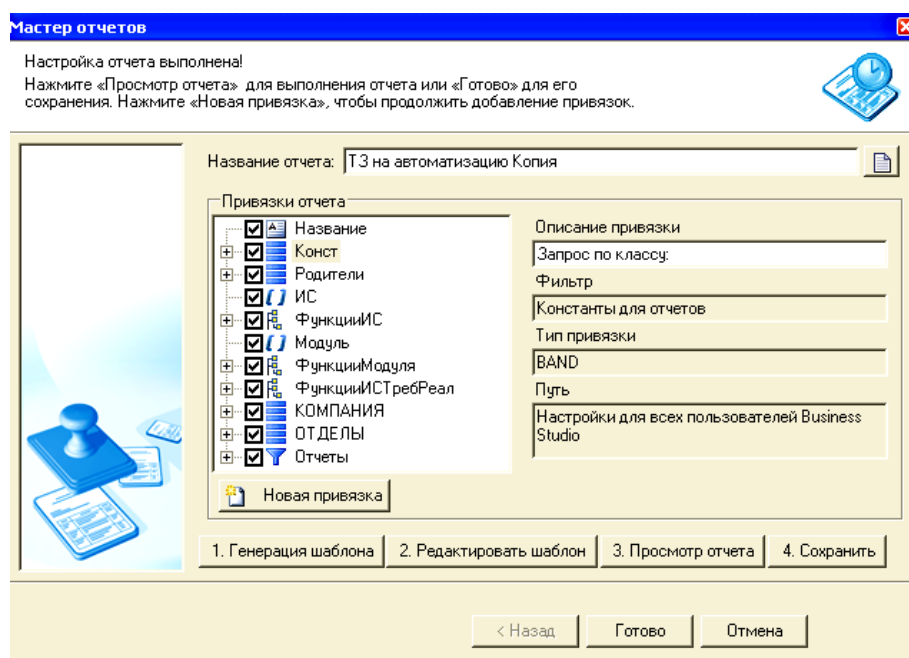

Рисунок 73 – Окно *Мастер отчетов*
8.3. В окне *Мастер отчетов* (рисунок 73) щелкните кнопку .